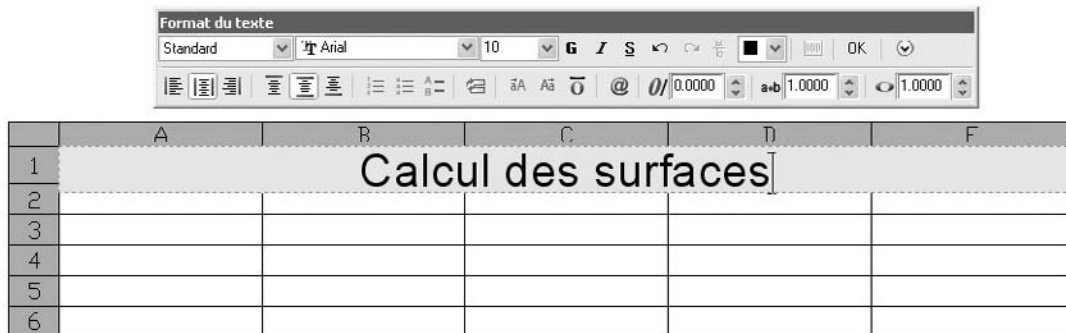

Fig.12.2
- [9] AutoCAD ouvre l'éditeur de texte et permet d'entrer le titre du tableau (fig.12.2).